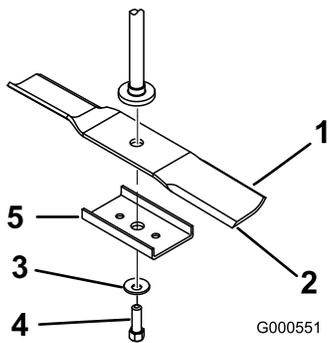

Figure 54
- Enlevez de l'axe le boulon de lame, la rondelle bombée, le renfort de lame et la lame (Figure 54).
1. Placez la lame sur l'axe (Figure 54).
2. Montez le renfort, la rondelle bombée (face concave vers la lame) et le boulon de lame (Figure 54).